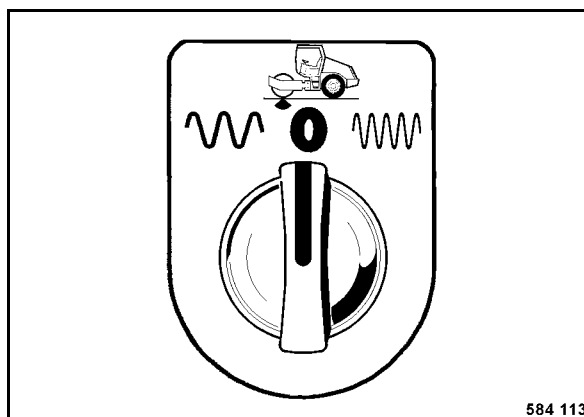

Fig. 46
- Preseleccionar la amplitud/frecuencia con el interruptor giratorio (Fig. 46).